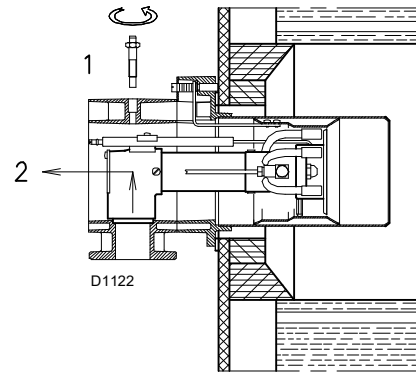

Fig. 15
- Enlever la vis 1) et extraire la partie intérieure 2)(Fig. 15).